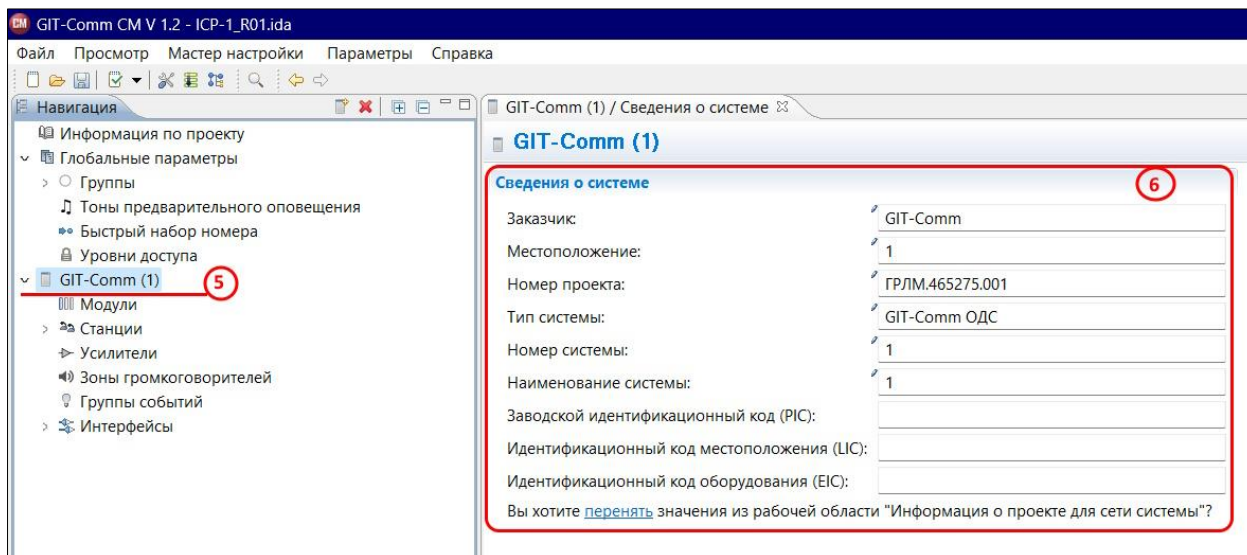

Рисунок 2.3 – Поле «Сведения о системе»
5 - перейдите в рабочее пространство «GIT-Comm (1)» (рисунок 2.3). Данное рабочее пространство определяет настройки и свойство конкретной системы;